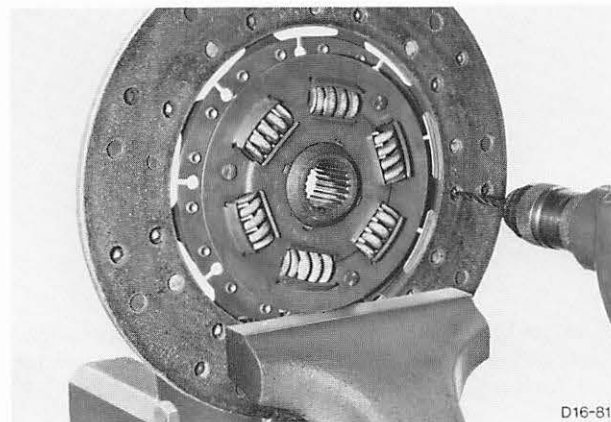

Abb. 136 Beläge – Kupplungsreibrscheibe ausbohren
1. Beläge – Kupplungsscheibe abbauen. **Damit die Kupplungsscheibe nicht beschädigt wird, Nietenköpfe vorsichtig ausbohren.** Abb. 136.